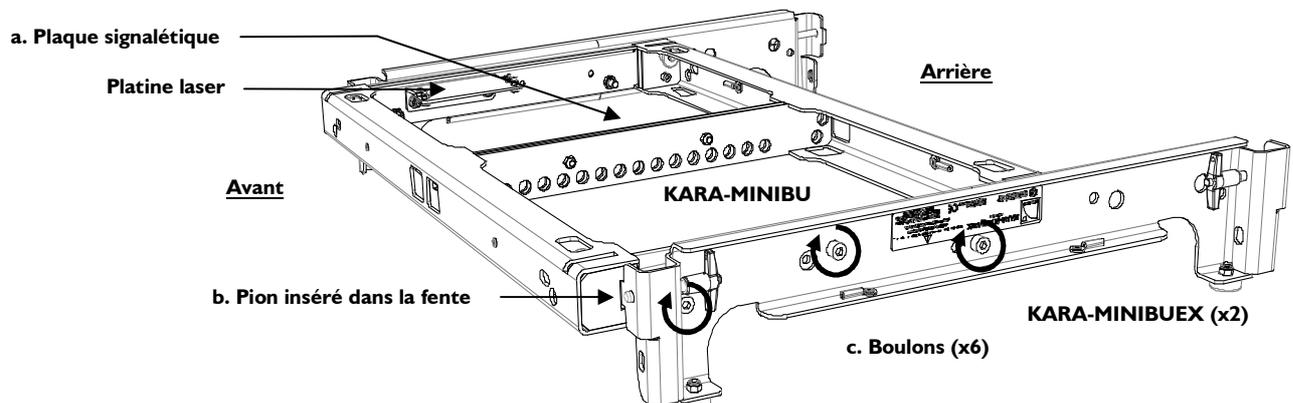

Figure 49: Assemblage d'une plateforme de poseage KARA-MINIBU/KARAMINIBUEX
- c. Visser 3 boulons dans les 3 logements montrés en Figure 49 (embout BTR 6 mm, clé 13 mm, 7 N.m/63 in.lb₇).